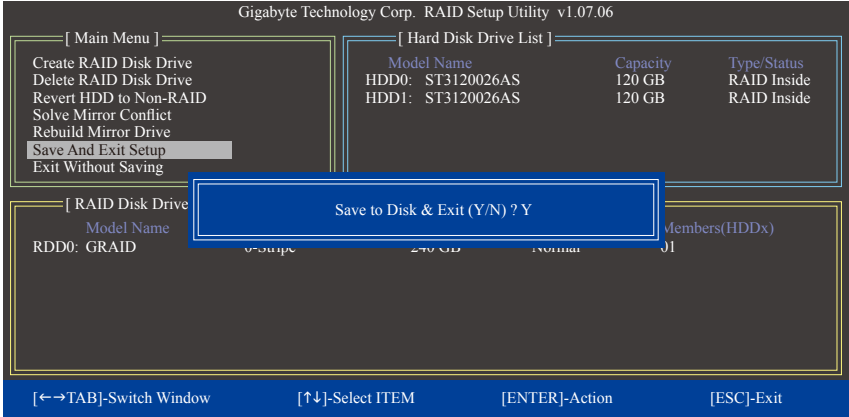

图10
7. 保存设置并退出(Save And Exit Setup): 设置好磁盘阵列后在退出RAID设置程序前, 请务必在主画面选择「Save And Exit Setup」。确定退出请按<Y>, 取消请按<N> (图10)。